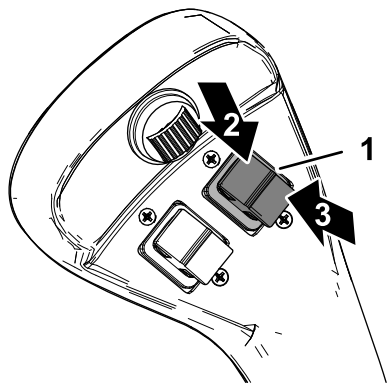

Figure 21
- Appuyez sur le haut de la commande de déploiement/rétraction (Figure 21) pour déployer les bras de chargeuse.